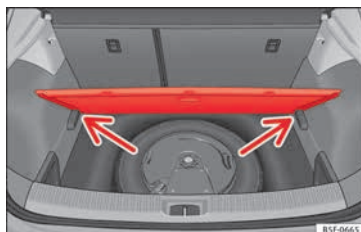

Fig. 179 Maletero: piso variable
- Apoye el piso sobre los alojamientos previstos para tal uso » » » **fig. 179** (flechas).